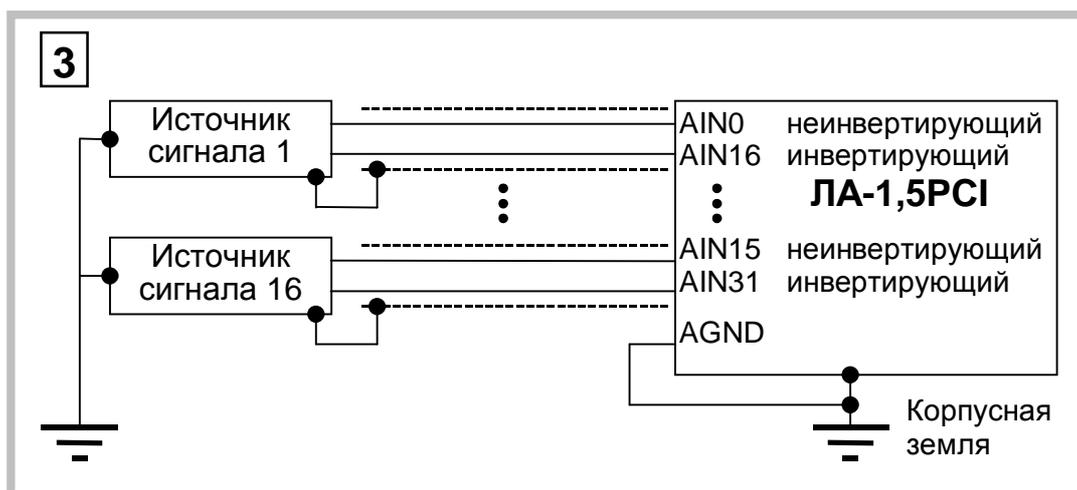

Рис. 7. 11
7.2.2.8.5. Четвёртый вариант включения (Рис. 7. 8) используется для удалённых однополюсных источников, не имеющих связи с корпусной землёй. При этом используются преимущество дифференциального включения платы - эффективное подавление синфазных помех.